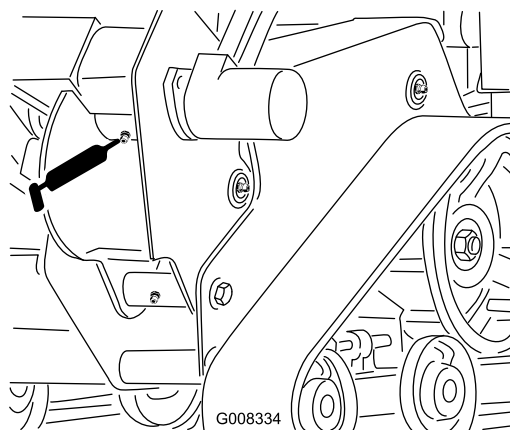

Figura 25
3. Limpie el punto de engrase del alojamiento de la zanjadora con un trapo y conecte una pistola de engrasar (Figura 25).